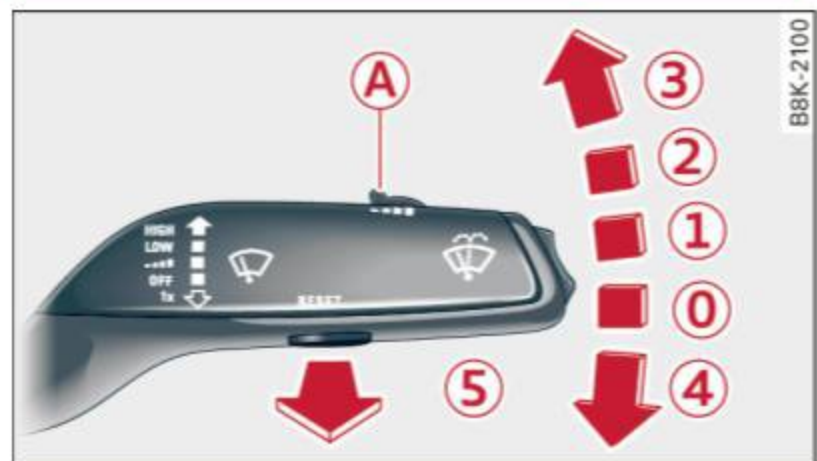

Fig. 64 Levier d'essuie-glace
- ▶ Désactivez les essuie-glaces (position 0) ⇒ page 63, fig. 64).